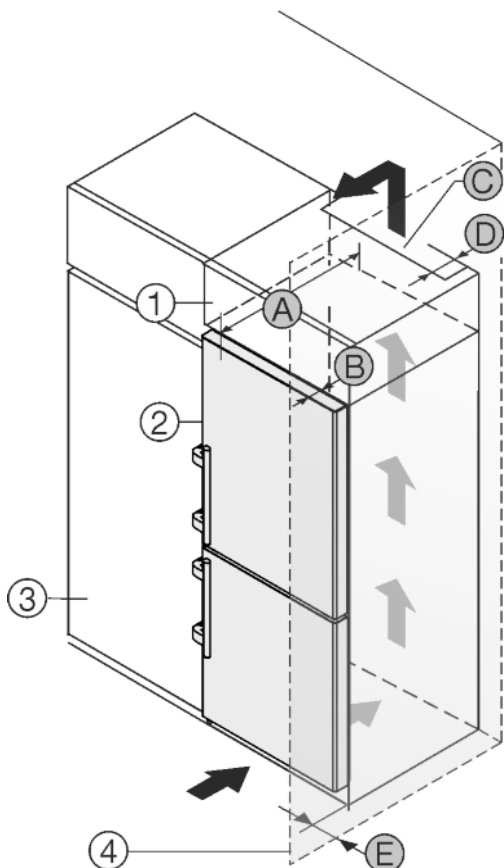

Fig. 50
Ierīci var iebūvēt virtuves skapjos. Lai salāgotu ierīci Fig. 50 (2) ar nišas augstumu, virs tās var ierīkot uzliekamu skapīti Fig. 50 (1).
Ierīci var uzstādīt tieši blakus virtuves skapim Fig. 50 (3). Lai varētu pilnīgi atvērt durvis, ierīcei jābūt izvirzītai par dziļumu Fig. 50 (B) attiecībā pret virtuves skapja priekšdaļu. Atkarībā no virtuves skapju dziļuma un sienas spraišu izmantošanas ierīce var būt vairāk izvirzīta.
- Uzliekamā skapīša aizmugurē ir jābūt ventilācijas spraugai ar dziļumu Fig. 50 (D) visa uzliekamā skapīša platumā.
- Zem telpas grieztiem jāievēro ventilācijas šķēsgriezums Fig. 50 (C).
Ja ierīce ar šarnīriem tiek uzstādīta blakus sienai Fig. 50 (4), jāievēro attālums Fig. 50 (E) starp ierīci un sienu. Tas atbilst atlikušajam attālumam līdz rokturim pie atvērtām durvīm.